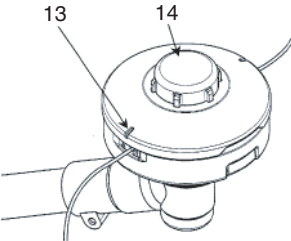

Fig. 8
Si la marca del límite de desgaste (13) en la caja ya no se ve o hay un agujero en la parte inferior (14) del botón, cambie las piezas nuevas inmediatamente. (Fig. 8)